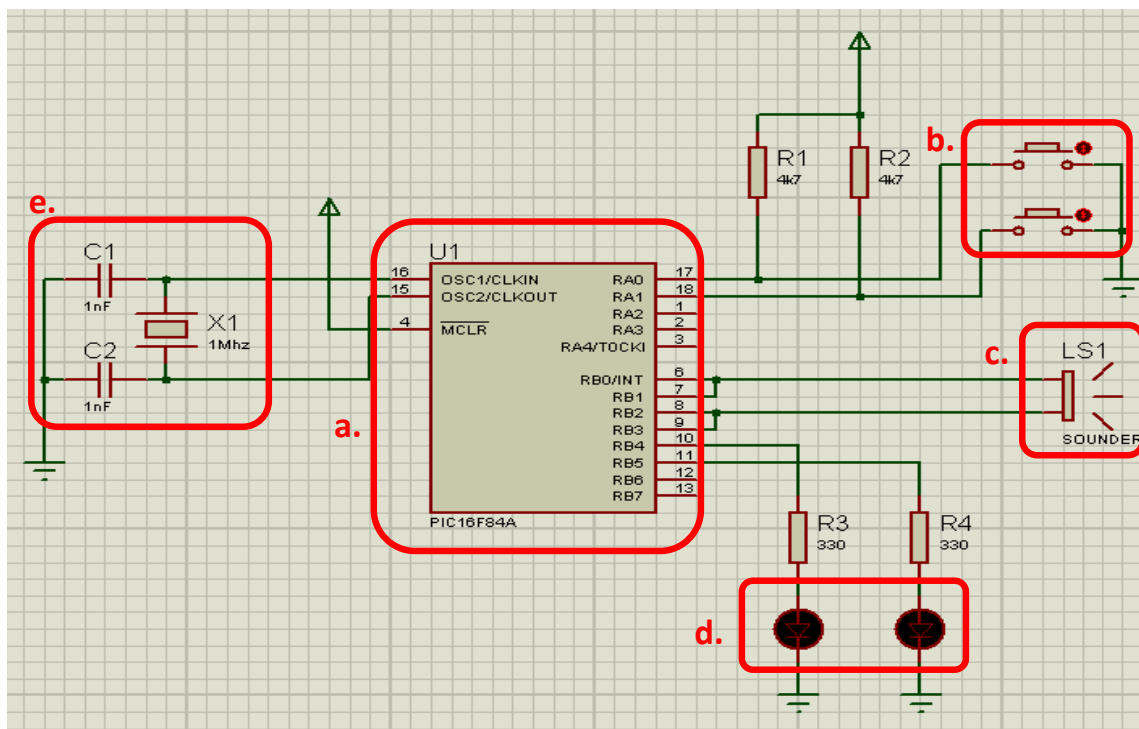

Figura 7. Esquema "Doorbell.DSN" con microcontrolador PIC 16F84A.
- Ingresa a la carpeta **"PIC Doorbell"** y seleccione el archivo **"Doorbell.DSN"**. En este diseño (figura 7) puede observarse: